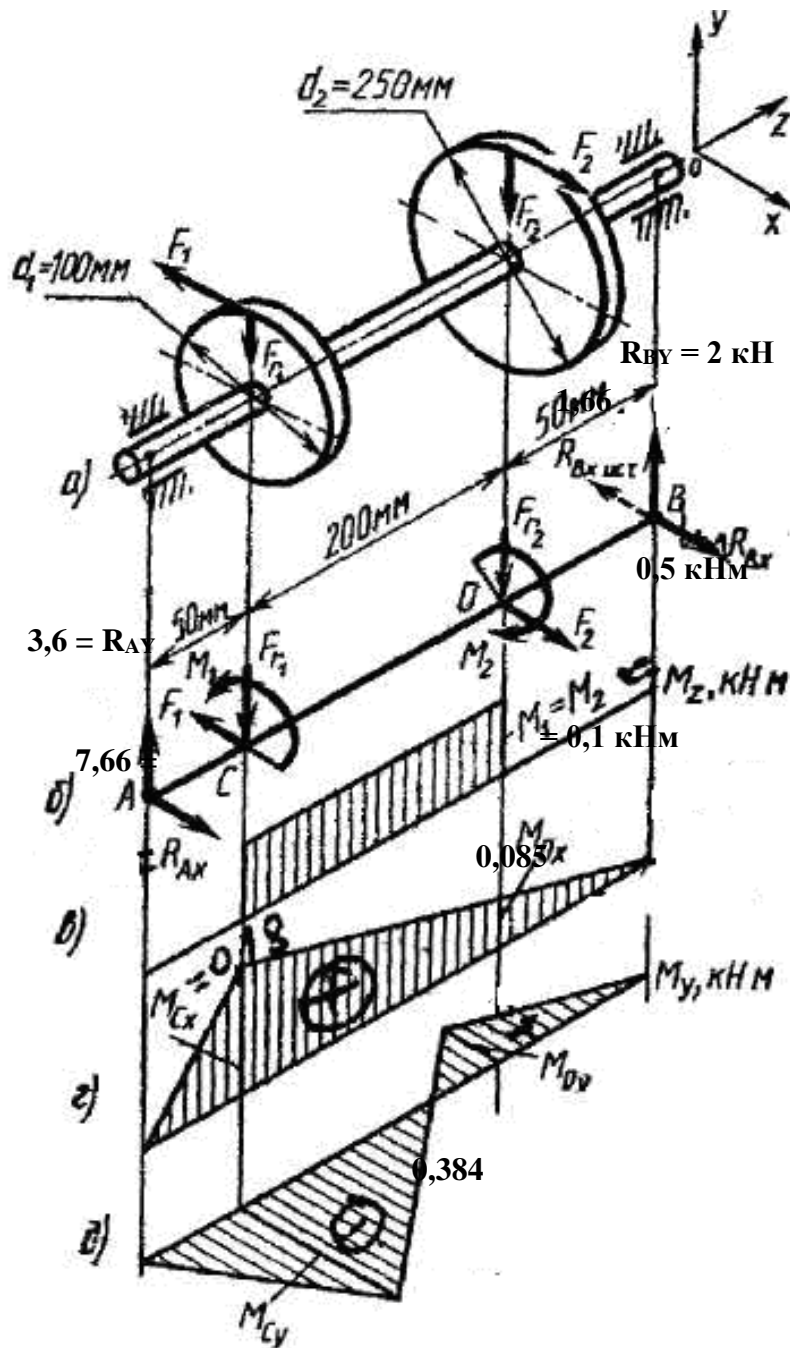

Рисунок 8 – Эпюры моментов по осям координат
*Пример:* Для стального вала постоянного поперечного сечения с двумя зубчатыми колесами (рисунок 8, а), передающего мощность  $P = 15$  кВт при угловой скорости  $\omega = 30$  рад/с, определить диаметр вала по двум вариантам: а) используя III гипотезу прочности; б) используя V гипотезу прочности. Принять:  $[\sigma] = 160$  МПа;  $F_{r1} = 0,4F_1$ ;  $F_{r2} = 0,4F_2$ .
4. Определяем реакции опор в вертикальной плоскости YOZ (рисунок 8, б):
Определяем реакции опор в горизонтальной плоскости xOz (рисунок 8, б):
5. Строим эпюру крутящих моментов  $M_z$  (рисунок 8, в).
6. Определяем ординаты и строим эпюры изгибающих моментов  $M_x$  в вертикальной плоскости и эпюры  $M_y$  в горизонтальной плоскости (рисунок 8, г, д):